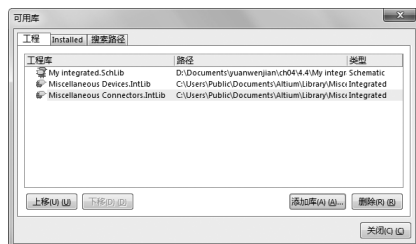

图 4-34 “可用库”对话框
在“库”面板中单击 **Libraries...** 按钮，系统将弹出“可用库”对话框。在该对话框中单击 **添加库(A) (A)...** 按钮，选择系统库文件“**My integrated. SchLib**”“**Miscellaneous Devices. IntLib**”和“**Miscellaneous Connectors. IntLib**”，单击 **打开(O)** 按钮，完成库添加，结果如图 4-34 所示，单击 **关闭(C) (C)** 按钮，关闭该对话框。